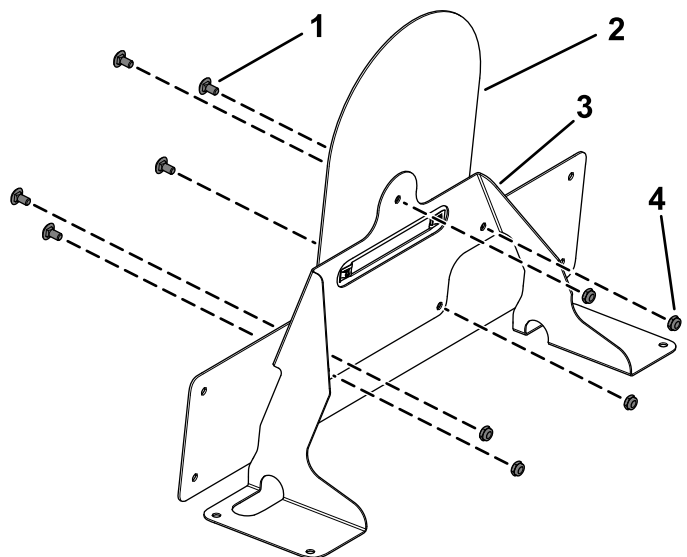

Figura 22
8. Prenda a montagem da placa de velocidade na montagem do marcador utilizando cinco parafusos de carroçaria ($\frac{1}{4} \times \frac{1}{2}$ pol.) e cinco porcas de bloqueio ($\frac{1}{4}$ pol.) como se mostra na Figura 22.